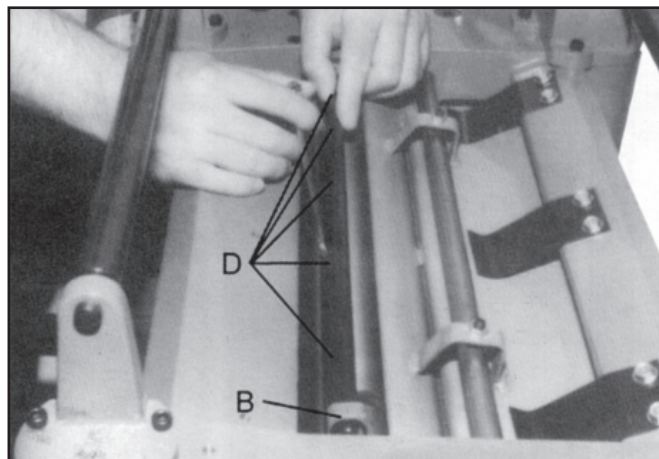

Figura 14
2. Para retirar la cuchilla, afloje los cinco tornillos (D, Figura 14).
6. Apriete los cinco tornillos (D, Figura 14).